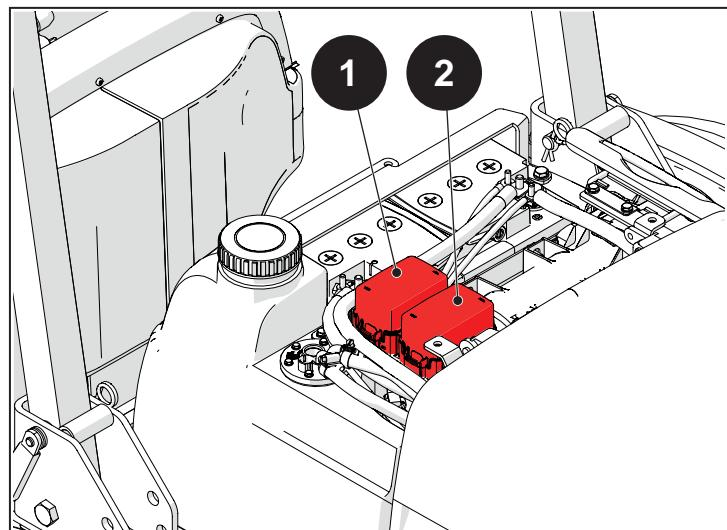

Abb. 6.34
Sicherungsfunktionen (1), Abb. 6.34:
Sicherungsfunktionen (2), Abb. 6.34: